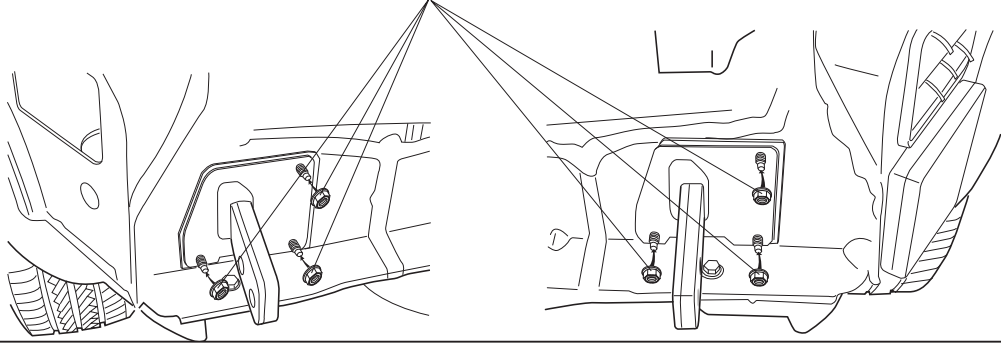

Fig. 2
3. Поставить уплотнение, как указано на рисунке. См. рисунок 2.